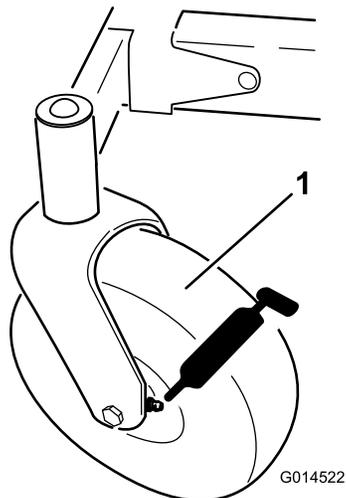
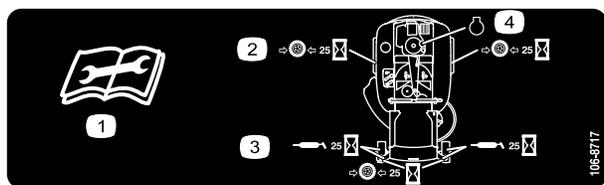

Figura 25
Figura 26
3. Limpie con un trapo los puntos de engrase (Figura 25 y Figura 26). Asegúrese de raspar cualquier pintura que hubiera sobre los puntos de engrase.
4. Conecte una pistola de engrasar a cada punto de engrase (Figura 25 y Figura 26). Bombee grasa hasta que empiece a rezumar grasa de los cojinetes.